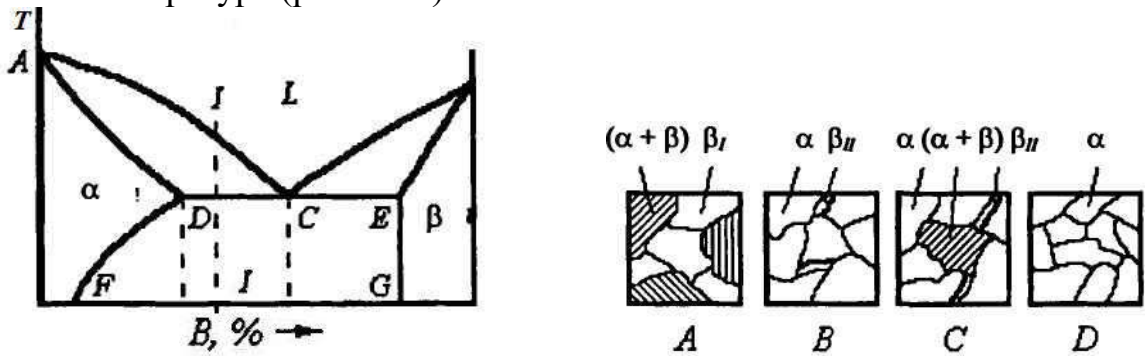

Рис. 3.17. Диаграмма состояния и структуры сплавов
3.9. Какая из приведенных структур принадлежит сплаву *I - I* при комнатной температуре (рис. 3.17)?